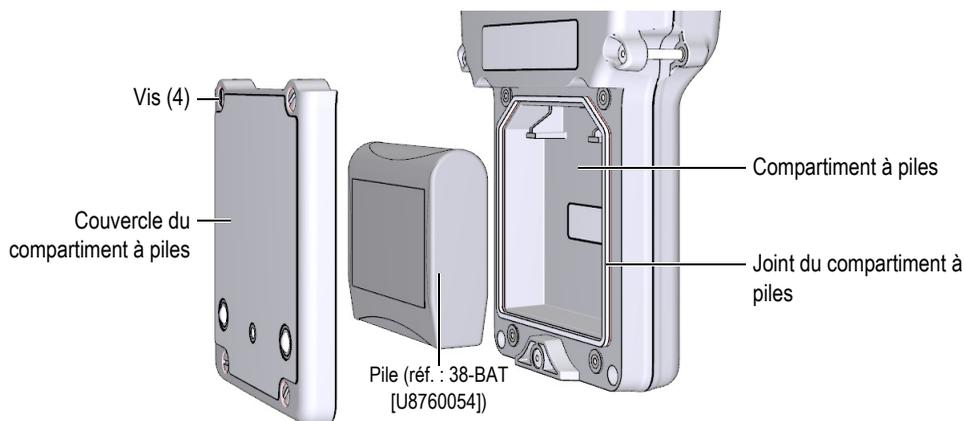

Figure 2-4 Ouverture du compartiment à piles
Les piles se trouvent dans le compartiment à piles situé sur le panneau arrière du 38DL PLUS (voir la Figure 2-4 à la page 44).
6. Sur le panneau arrière de l'appareil, dévissez les quatre vis du couvercle du compartiment à batterie (voir la Figure 2-4 à la page 44).